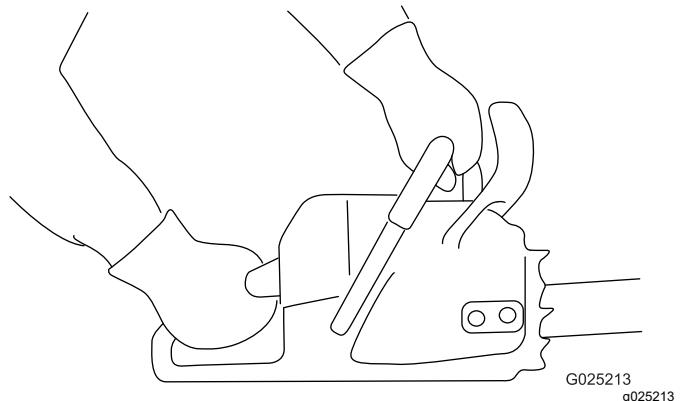

Figura 11
1. Agarre na motosserra com as duas mãos, com a mão esquerda na pega frontal e a mão direita na pega traseira como se mostra na Figura 11.
1. Agarre a motosserra como se mostra na Figura 11.
- Agarre a motosserra como se mostra na Figura 11.